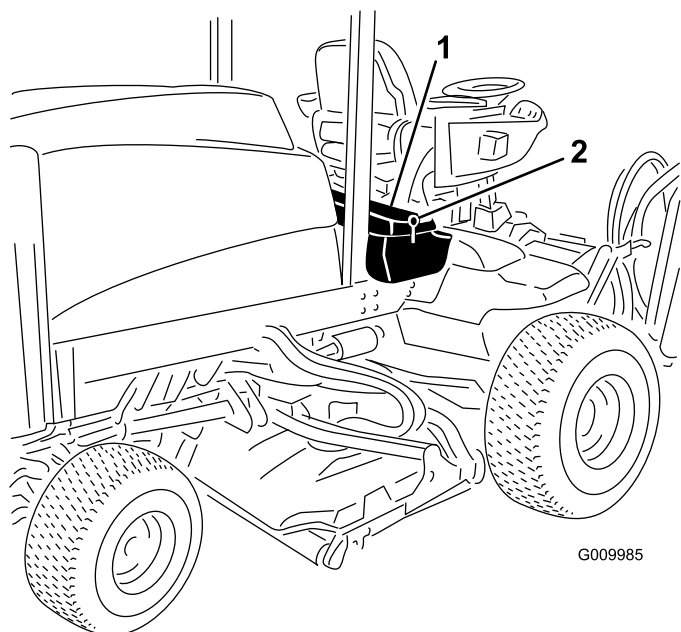

Figura 41
1. Sbloccate e sollevate il pannello comandi dell'operatore (Figura 41).